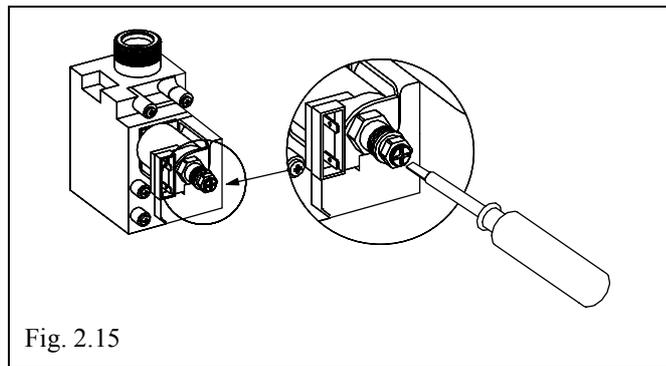

Fig. 2.15
- con un cacciavite a taglio medio - o apposito strumento - agire sulla vite rossa del minimo (Fig. 2.15) e regolare il minimo meccanico facendo attenzione che i dati corrispondano a quelli indicati nella APPENDICE D - TABELLA PRESSIONI GAS, PAG. 95;